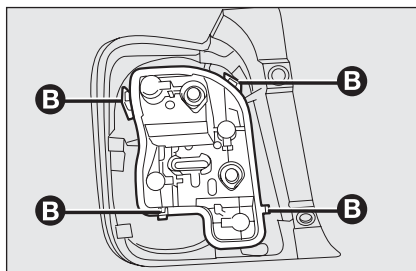

fig. 27
- ☐ extraire la douille de son logement en la libérant des ailettes de blocage **B-fig. 27**;